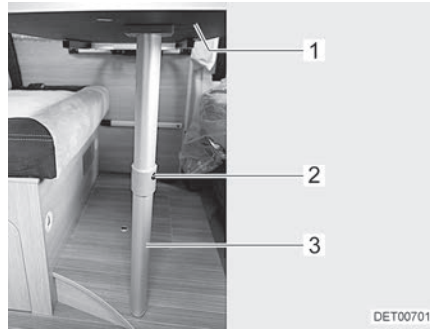

Bild 49 Sängbotten
- Lyft upp bordsskivan (Bild 49,1) något framtill.
- Tryck på låsknappen (Bild 49,2) och fäll upp den nedre delen av det ledade stödbenet (Bild 49,3) 90°.